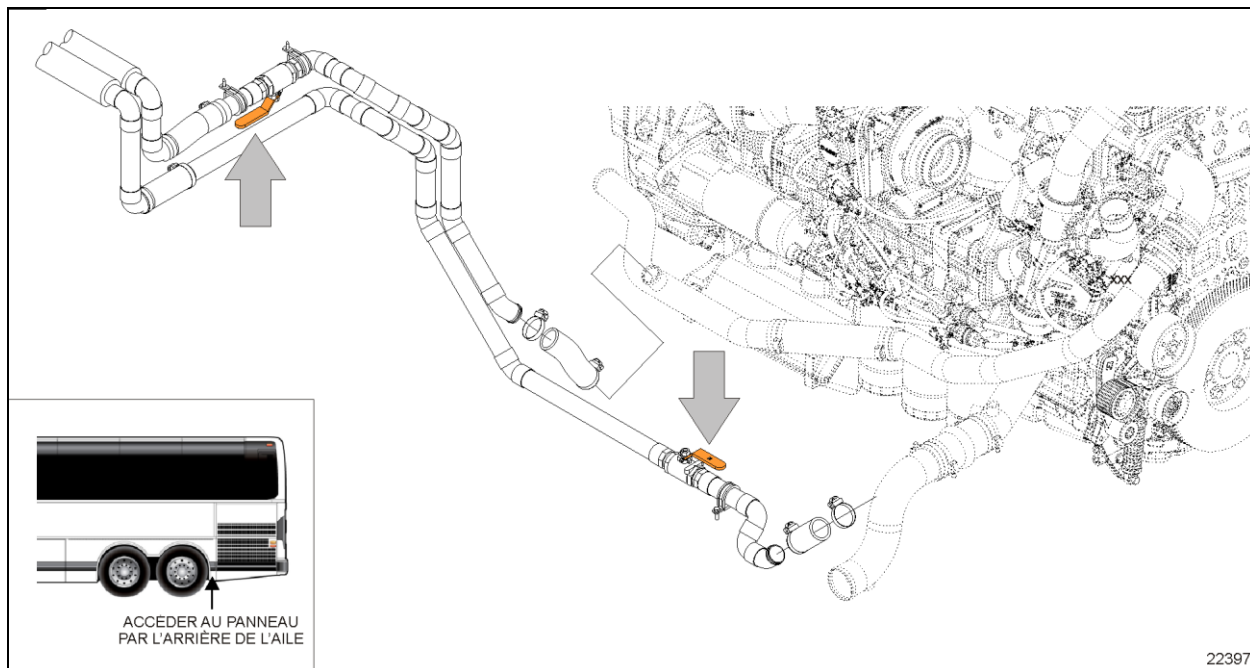
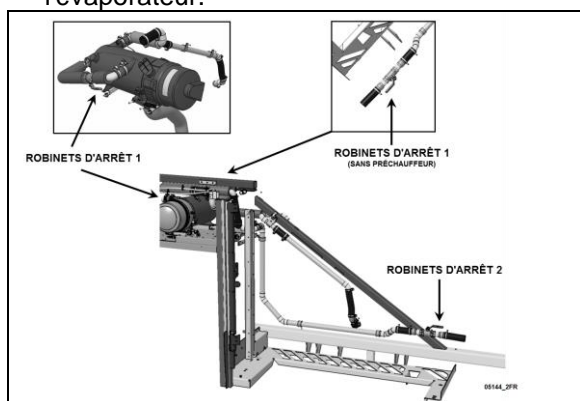

FIGURE 93 ROBINETS D'ARRÊT DE LA LIGNE DE CHAUFFAGE DE LA SÉRIE X3 (DISPOSITION DE TUYAUTERIE DE TRANSMISSION ALLISON ILLUSTRÉE)
FIGURE 94: ROBINET D'ARRÊT DE LA CONDUITE DE CHAUFFAGE DE LA SÉRIE H3 5144
3. Fermer les soupapes d'arrêt des conduits d'eau chaude situées près du moteur du côté rue (voir Figure 93 ou Figure 94).
2. Fermer les deux soupapes d'arrêt de la canalisation de chauffage. (Figure 93 or Figure 94). L'une se trouve dans le compartiment moteur, côté route, en bas, près du radiateur, tandis que l'autre se trouve derrière l'aile articulée arrière gauche, près du préchauffage.